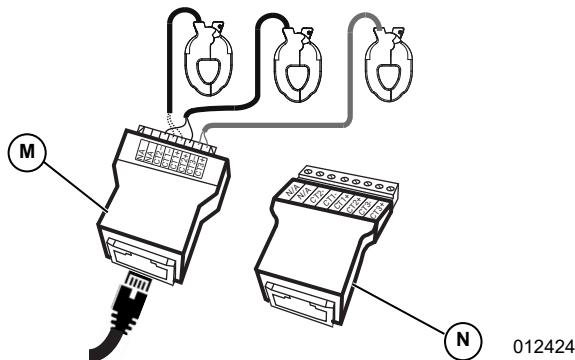

Figure 5-18. Adaptateur de dérivation RJ-45
1. Voir **Figure 5-18**. Raccorder les conducteurs des TC aux bornes à poussoir (M) ou à vis (N) de l'adaptateur de dérivation RJ-45 (M) conformément aux indications de l'étiquette apposée sur l'adaptateur.